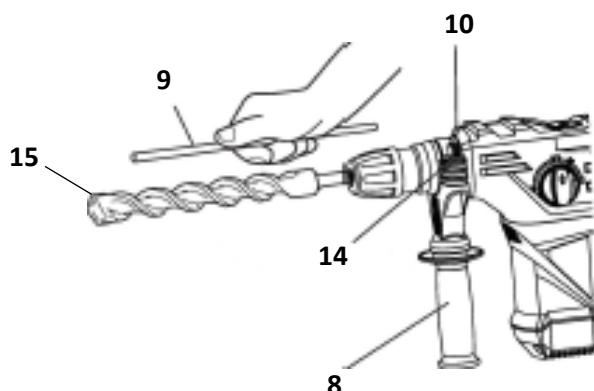

Рис.3
- Ослабить зажимной винт (10) на держателе (14) для установки ограничителя глубины сверления (9) в рукоятке (8) Рис.3.
- Установить ограничитель глубины (9) и желаемую глубину сверления бура (15).
- Затянуть зажимной винт (10).